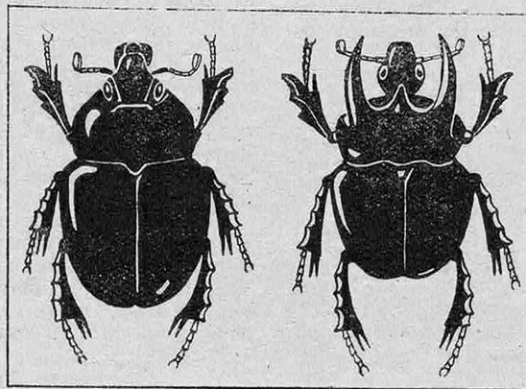

FIG. 1. — LES MINOTAURES TYPHÉES
Le *Minotaure* (*Minotaurus typhoeus*) est un remarquable coléoptère coprophage (1) assez commun en France. Sa taille varie de 12 à 19 millimètres. Le mâle porte trois cornes thoraciques dirigées vers l'avant. Ces appendices manquent à la femelle (fig. 1). La ponte a lieu en mars, au fond d'un terrier creusé l'automne précédent par le couple et qui peut atteindre une profondeur de 1,50 m. Le mâle transporte ensuite en de nombreux voyages du crottin de mouton qu'il fait rouler devant lui à coups de cornes, puis émiette grossièrement dans le terrier. Ces débris sont soigneusement pétris et foulés à coups de pattes par la femelle qui